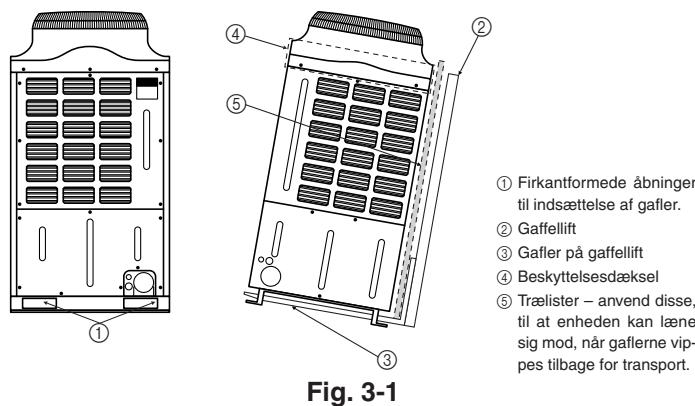

Fig. 3-1
3.1. Transport med gaffellift (Fig. 3-1)